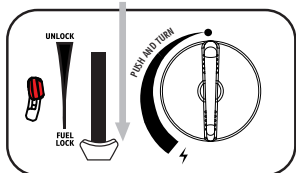
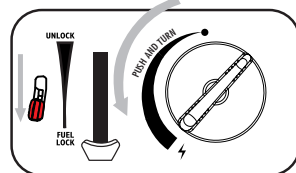

fig. 3
fig. 4
3. Tryck patronspaken (6) nedåt (fig.3) och stäng patronkåpan.
4. Om du hör ett "fräsande" läte, är patronen inte fäst på rätt sätt. Försök inte tända apparaten utan flytta spaken (6) till "Upplåst" läge och upprepa stegen (1-4).
5. Tryck ned frigöringspaken för gasutsläpp (11), och vrid sedan kontroll /tändningsratten (8) helt till tändningsläge "⚡" tills den klickar.(fig.4) Håll frigöringspaken för gasutsläpp i detta läge i några sekunder för att förbereda flamskyddets termoelement. Upprepa denna handling tills brännaren tändes.